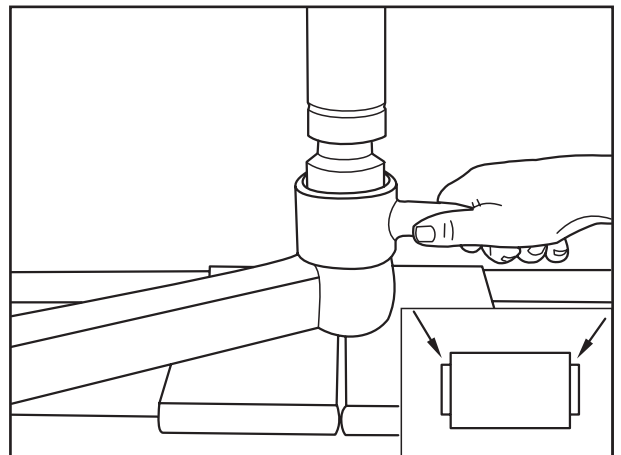

Fig. 12
- [22] Buchse mit passender Druckhülse (Fig. 12) so weit eindrücken, das nach dem Eindrücken auf beiden Seiten ein gleicher Überstand vorhanden ist (Fig. 12/Pfeile).
- [22] Press in bush with appropriate pressure sleeve (Fig. 12) until the projecting end is the same on both sides (Fig. 12/arrows).
- [22] Enfoncer la douille avec un manchon de pression approprié (fig. 12) suffisamment loin pour obtenir des saillies égales sur les deux côtés après l'enfoncement (fig. 12/flèche).
- The projection on both sides must be the same (Fig. 12/arrows).
- Le dépassement doit être le même sur les deux côtés (fig. 12/flèches).